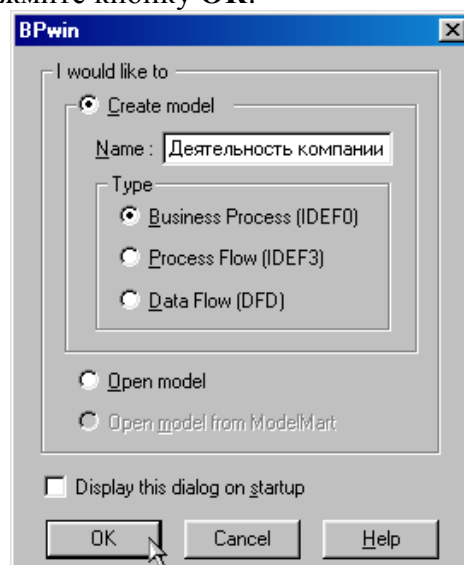

Рисунок 1
- 3 Щелкните по кнопке . Появляется диалоговое окно **I would like to** (рисунок 1). Внесите в текстовое поле **Name** имя модели «Деятельность компании» и выберите **Type** – **Business Process (IDEF0)**. Нажмите кнопку **OK**.